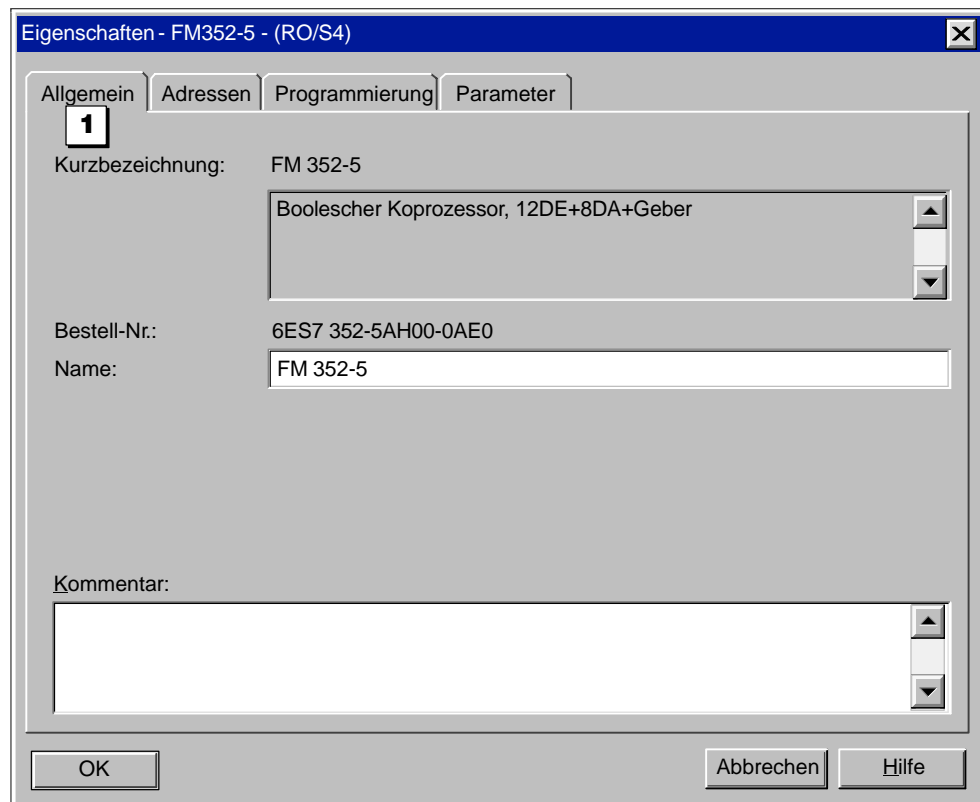

Bild 4-3 Dialogfeld "Eigenschaften FM 352-5", Register "Allgemein"
- 1 Im Register "Allgemein" werden die grundlegende Identifikation und beschreibende Informationen angezeigt (siehe Bild 4-3). Sie können in diesem Dialogfeld auch Kommentare eingeben.